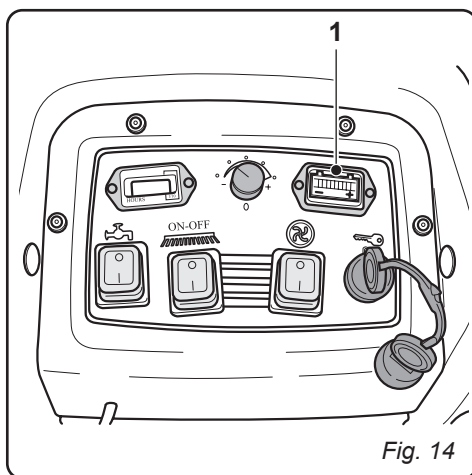

Fig. 14
8.1.g - Lista allarmi (Fig. 14)